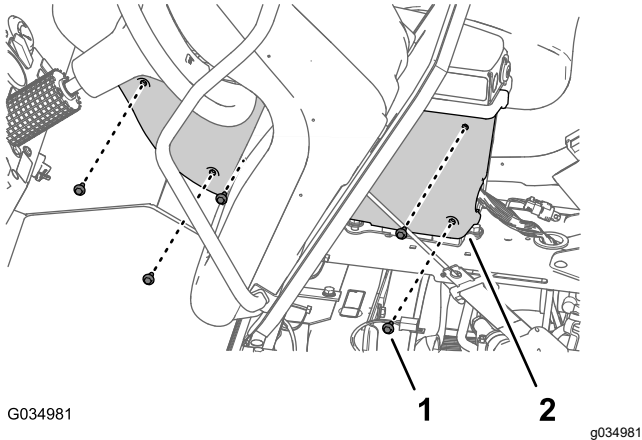

Bild 98
7. Befestigen Sie die Abdeckung mit den fünf Bundkopfschrauben ($\frac{1}{4}'' \times \frac{3}{4}''$), die Sie zuvor entfernt haben (Bild 98), an der mittleren Konsole und ziehen Sie die Schrauben auf 520-678 N·cm an.